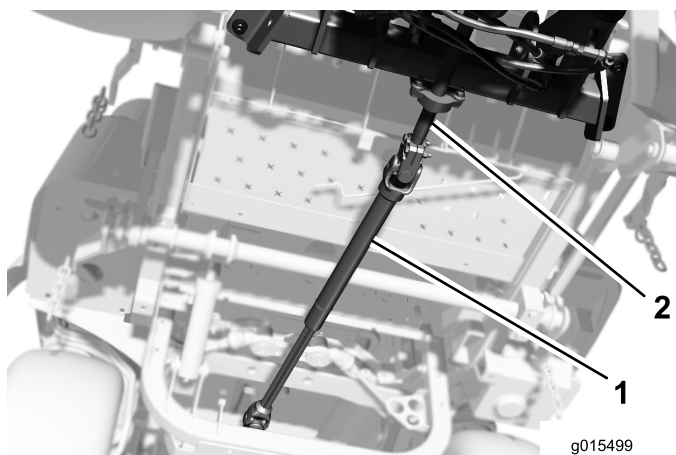

Figura 10
1. Durante l'allineamento dei fori di montaggio dell'albero di trasmissione con il foro dell'albero intermedio, fate scorrere l'albero sull'albero intermedio (Figura 10).